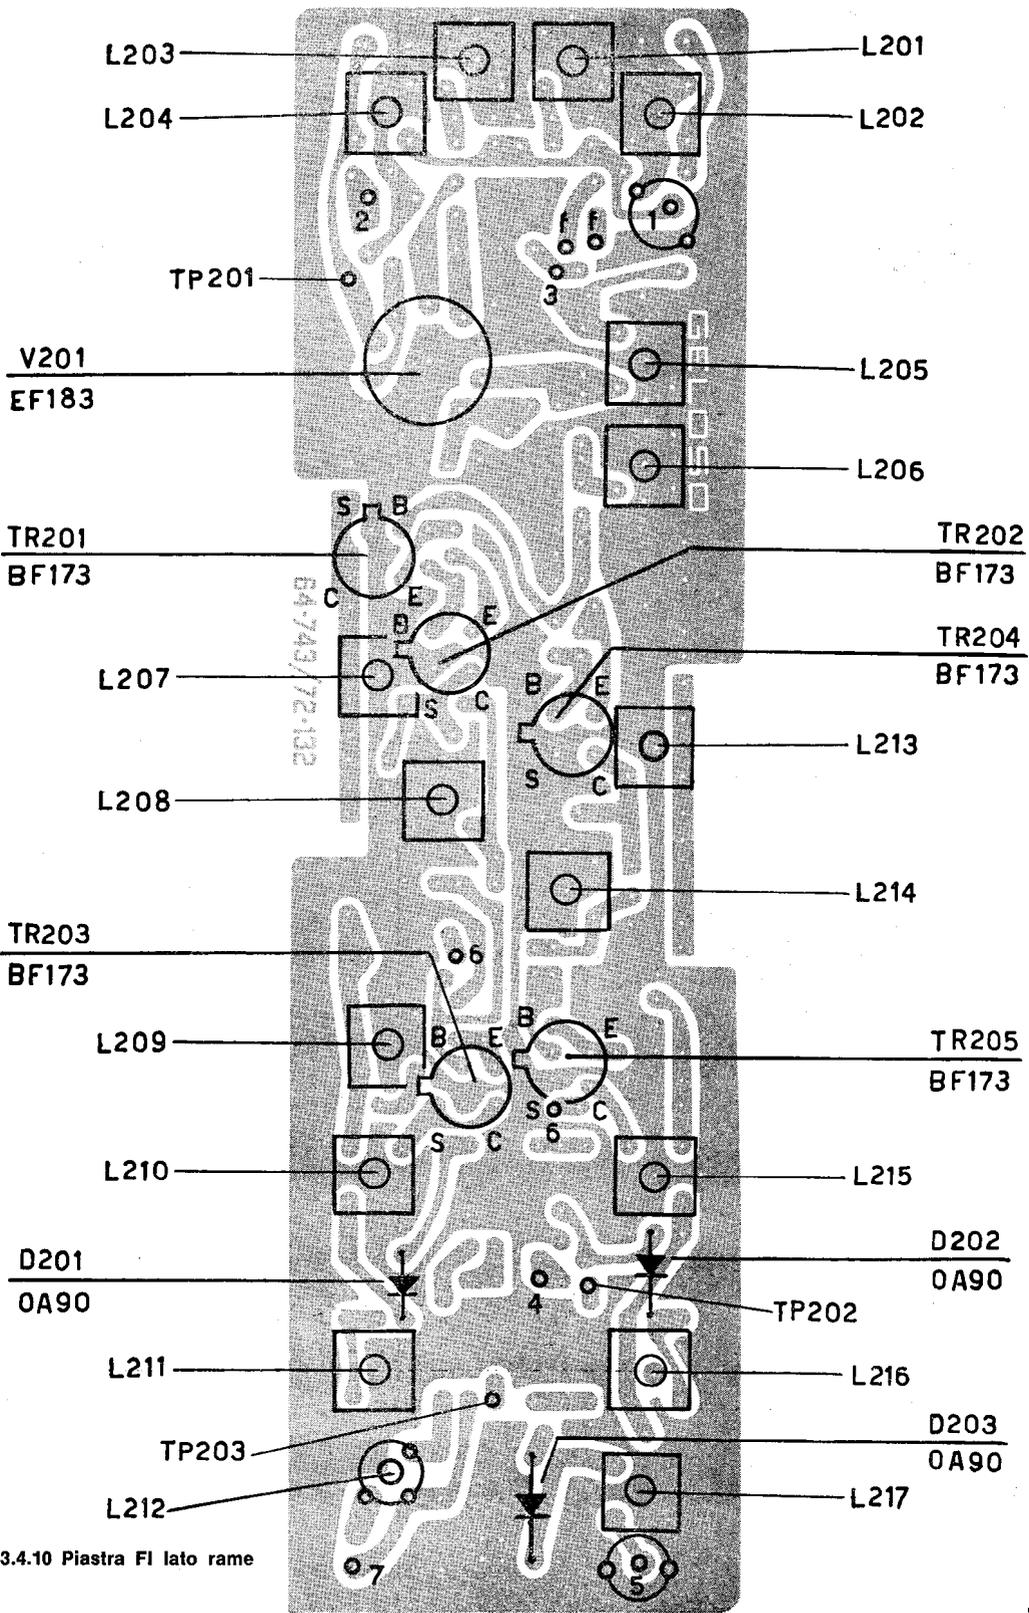
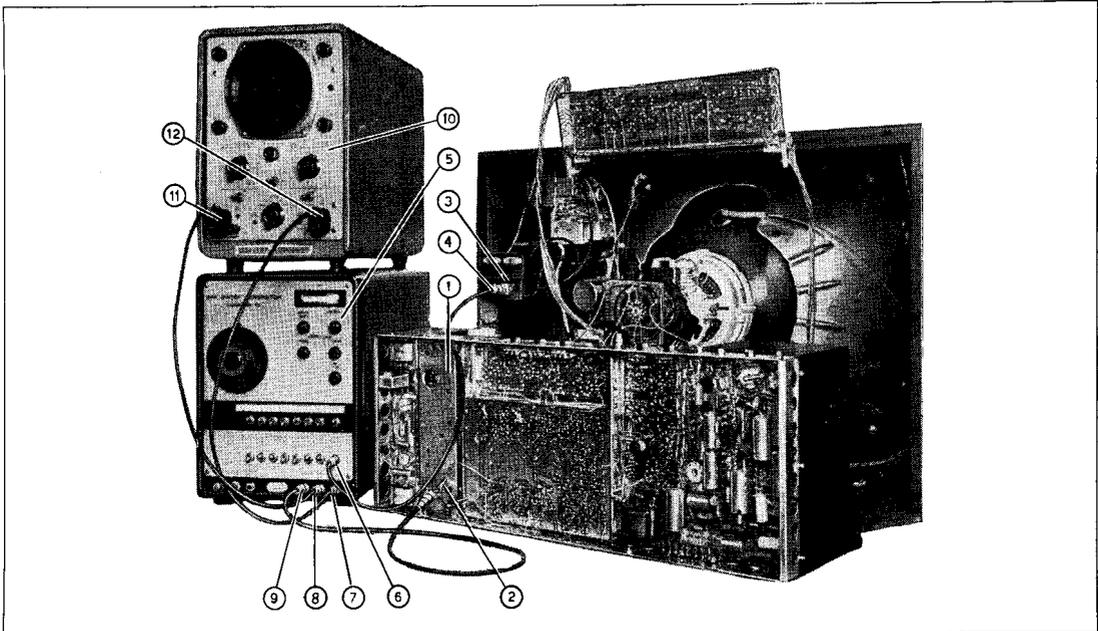

Fig. 3.4.10 Piastra FI lato rame
Fig. 3.5.1 Disposizione degli strumenti per l'allineamento del sintonizzatore VHF mediante controllo della curva a FI.
- 4) Applicare una tensione negativa di 6 volt al punto N. 2 della piastra FI (fig. 3.4.10, pagina 19).
La disposizione degli strumenti deve essere quella di fig. 3.5.1, con l'oscilloscopio collegato al punto-prova TP 202 (fig. 3.4.10).